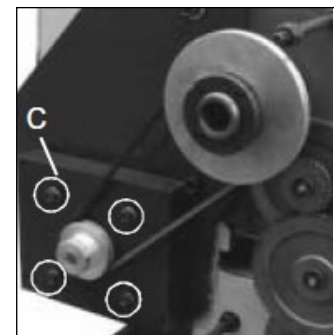

Abb. 18
Lösen Sie die vier Muttern und drehen die Schrauben (C) an der Motorplatte nach rechts, um den Riemen zu spannen und nach links drehen, um den Riemen zu lösen. (Abb. 18)
Stellen Sie die Maschine auf die gewünschte Gewindesteigung (gemäß der Gewindeschneidtable, Abb. 18) ein. Starten Sie die Maschine und schalten den Vorschub für den Schlittenvorschub mit dem Einrückhebel ein. Den Gewindedrehmeißel knapp an das Werkstück zustellen. Wenn der Gewindedrehmeißel das Werkstück erreicht, wird es in einem ersten Durchgang das Gewinde schneiden. Wenn das Werkzeug das Ende des Schnittes erreicht, stoppen Sie die Maschine indem Sie den Motor ausschalten, und fahren Sie gleichzeitig das Werkzeug aus dem Werkstück zurück, so dass es das Gewinde säubert. Lösen Sie auf keinen Fall den Einrückhebel. Ändern Sie die Motordrehrichtung, um dem Schneidwerkzeug zu ermöglichen, zum Ausgangspunkt zurückzufahren. Wiederholen Sie diese Schritte bis das gewünschte Ergebnis erreicht ist.